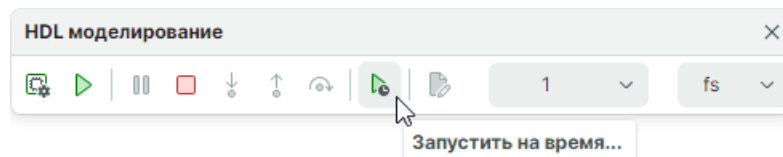

Рис. 35 Кнопка «Запустить на время...»
3. В панели инструментов «HDL моделирование» нажмите кнопку  для запуска моделирования, см. Рис. 35. Далее будет запущена симуляция.